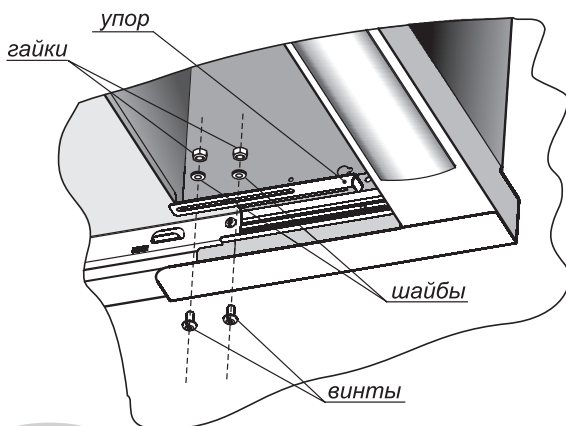
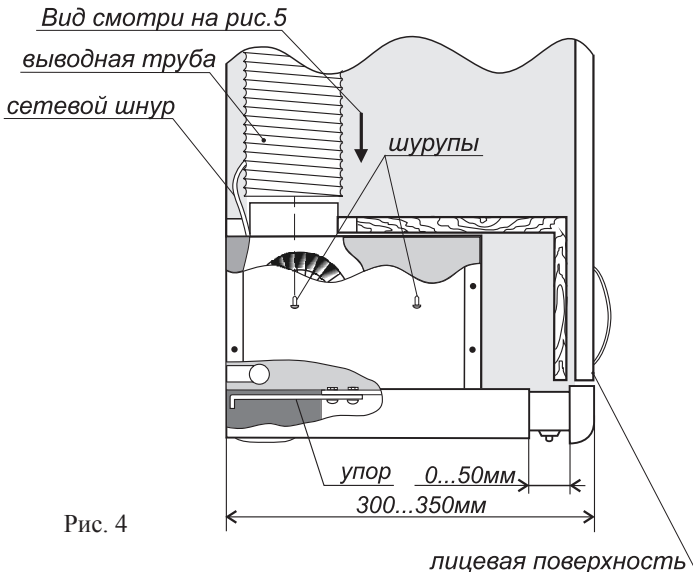

Рис. 3
Рис. 4
- 6.2 Воздухоочиститель рассчитан для монтажа в шкафчик глубиной 300 мм. При этом лицевая поверхность шкафчика и панель воздухоочистителя будут находиться в одной плоскости. При большей глубине шкафчика (до 350 мм), Вы можете отрегулировать ход выдвигной панели так, чтобы в закрытом состоянии она была на одном уровне с лицевой поверхностью шкафчика. Для этого установите упор (рис. 3) и отрегулируйте его вылет (рис. 4). Если глубина Вашего шкафчика больше 350 мм, то при его изготовлении необходимо закрыть пространство за воздухоочистителем мебельной панелью.
- Вставьте воздухоочиститель со снятыми фильтрами в полость шкафчика и изнутри разметьте 4 крепежные отверстия по верхнему своду воздухоочистителя (рис.4).